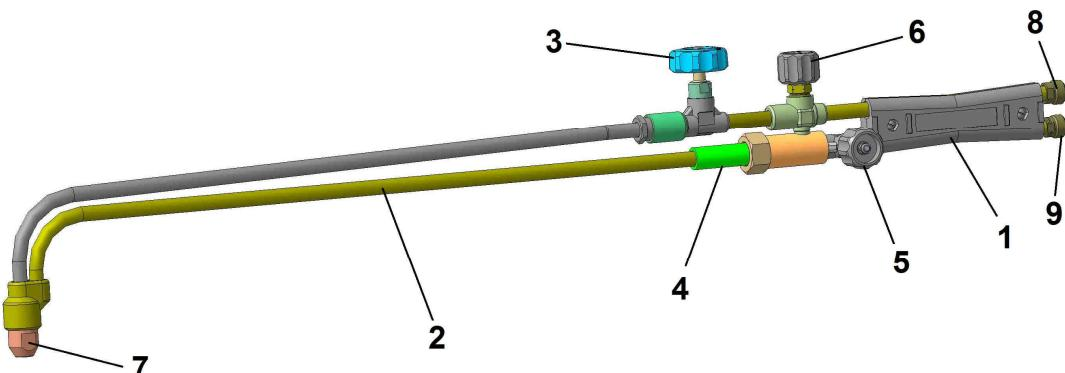

Рис. 1 Резак в сборе
4.1 Резак (см. Рис.1, 2) состоит из ствола 1 и наконечника 2. На стволе имеются рукоятка, штуцер кислорода 8, штуцер горючего газа 9, клапан горючего газа 5 и клапан подогревающего кислорода 6. На наконечнике имеются клапан режущего кислорода 3, смеситель 4, мундштук внутренний 10 и наружный 7.